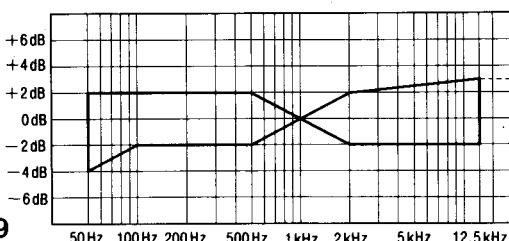
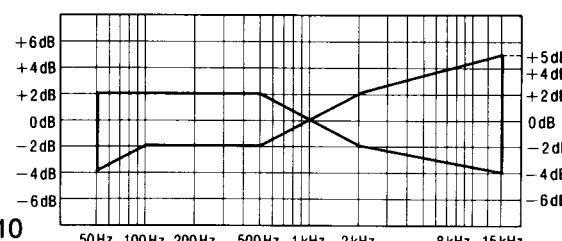

Fig. 9
Fig. 10
- Reproducir la señal grabada en el paso 3 y comprobar que el nivel de cada frecuencia de salida esté dentro de la gama mostrada en la Fig. 9 en comparación con la frecuencia de referencia (1kHz).
- Si no está dentro de la gama estandar, ajustar la corriente de polarización mediante la CINTA ①: RV101 (CH-I) (RV102 (CH-D)) y la CINTA ②: RV103 (CH-I) (RV104 (CH-D)) de manera que el nivel de frecuencia esté dentro del estandar.
- Después de eso, incrementar la señal grabada en la cinta virgen CrO₂ (QZZCRX) y la cinta virgen metálica (QZZCRZ) hasta 15kHz y ajustar de la misma manera como mencionado arriba y comprobar que el nivel de frecuencia esté dentro de la gama mostrada en la Fig. 10.